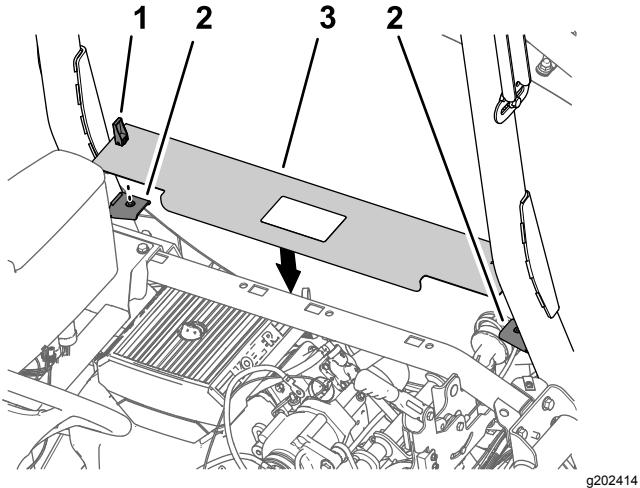

## Bild 219
1. Flüchten Sie den Sitz und die Sitzplatte mit dem Chassis der Maschine aus (Bild 219).